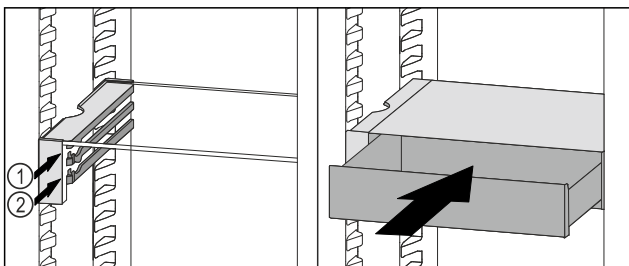

Fig. 121
- ▶ VarioSafe-lade achter de stoppers op de gewenste rib Fig. 121 (1) of Fig. 121 (2) plaatsen.